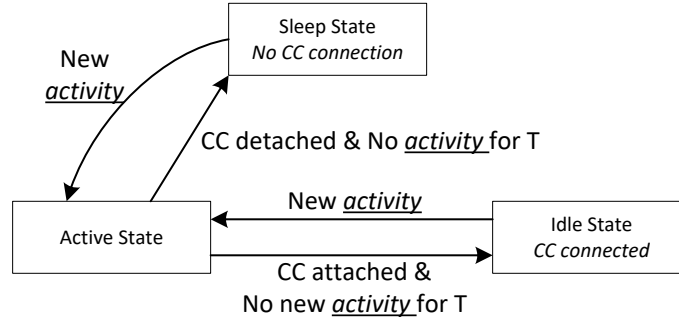

図 7-28. 電源状態のフロー ダイアグラム
TPS25752A は、次の 3 つの電源状態で動作できます。アクティブ、アイドル、またはスリープ。最新のスタンバイモードは、アイドル モードの特殊なケースです。セクション 5.7 に、各状態で使用できる機能の概要を示します。このデバイスは、アクティブで必要とされる回路に基づいて、3 つの電源状態間を自動的に遷移します。図 7-28 を参照してください。スリープ状態では、TPS25752A は Type-C 接続を検出します。アクティブ モードからアイドル モードに移行するには、以下のアクティビティがない期間 (T) が必要です。